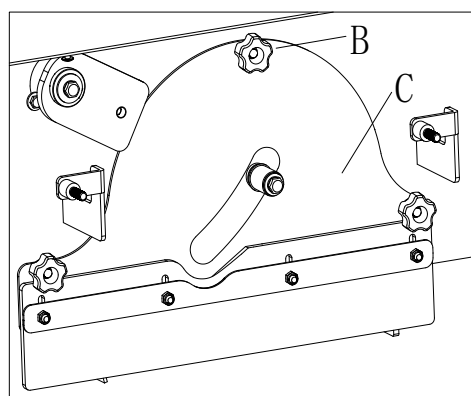

Рис. 25
11. Установите крышку отсека для щеток (С, рис. 25), затянув ручки (В, рис. 25).